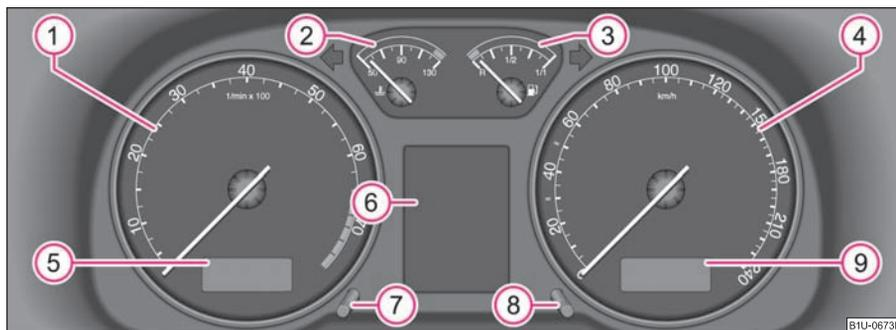

Fig. 18 Combiné d'instruments
Le début de la zone rouge du compte-tours ① ⇒ fig. 18 indique pour tous les rapports le régime maximum autorisé pour un moteur rodé et à sa température de service. Enclenchez le rapport immédiatement supérieur avant d'atteindre cette zone.
L'indicateur de température du liquide de refroidissement  ⇒ page 16, fig. 18 ne fonctionne que si le contact est mis.
La jauge de carburant  ⇒ page 16, fig. 18 ne fonctionne que si le contact est mis.
Vous pouvez aussi remettre à zéro l'affichage de la périodicité des entretiens au moyen du bouton  comme suit ⇒ page 16, fig. 18:
Un bouton de réglage  de la montre est placé à gauche, sous le compteur de vitesse et à côté de celui-ci afin de pouvoir régler l'heure ⇒ page 16, fig. 18.